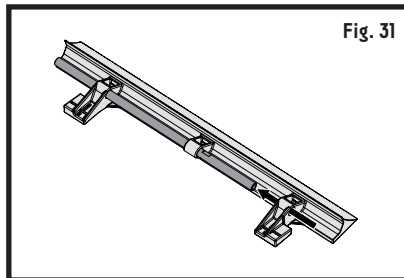

Fig. 31
5. Retirez la tige de pivotement du racloir et jetez-la (fig. 31).